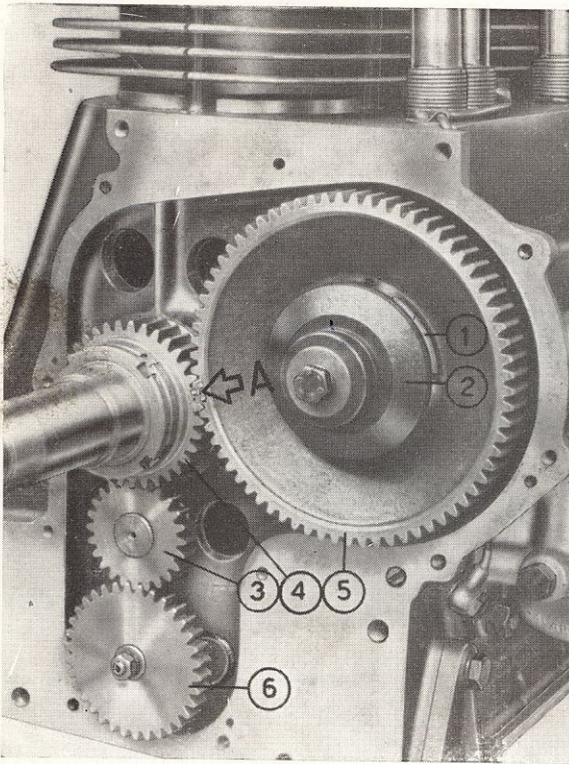

Fig. 6
**1) Distribuzione valvole** (fig. 6) - Per facilitare la fasatura dopo eventuale smontaggio o revisione del motore, gli ingranaggi della distribuzione sono stati contrassegnati con punti di riferimento.
**REGOLATORE DI VELOCITA'** (fig. 9) — E' del tipo centrifugo a sfere, disposto sull'albero della distribuzione e vi si accede smontando il coperchio anteriore del motore. In caso di disfunzione, verificare che il piattello mobile (2 - fig. 6) scorra agevolmente; lavare le sfere con nafta o petrolio e lubrificare abbondantemente.